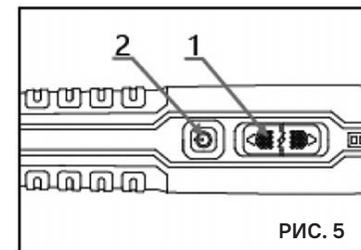

РИС. 5
Переместите переключатель направления вращения (1) (Рис. 5) от себя для вращения шпинделя по часовой стрелке или к себе для вращения шпинделя против часовой стрелки.
Переместите переключатель направления вращения (1) (Рис. 5) в среднее положение, чтобы использовать инструмент в ручном режиме.
ВНИМАНИЕ! Для хранения инструмента переместите переключатель направления вращения (1) (Рис. 5) в среднее положение и храните инструмент в безопасном месте.